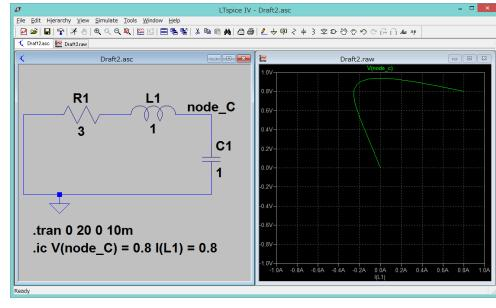

図 2.4 相平面プロット
2. 相平面プロットは横軸を時刻 (time) から他の物理量へ変更することで描画可能である。グラフの横軸のラベルをクリックすると、Horizontal Axis ダイアログが表示されるので Quantity Plotted を time から I(L1) に変更する。Add Trace で V(node_C) を選べば、回路を流れる電流を横軸、容量の電圧を縦軸とした相平面 (i, v) プロットとなる。図 2.4 参照